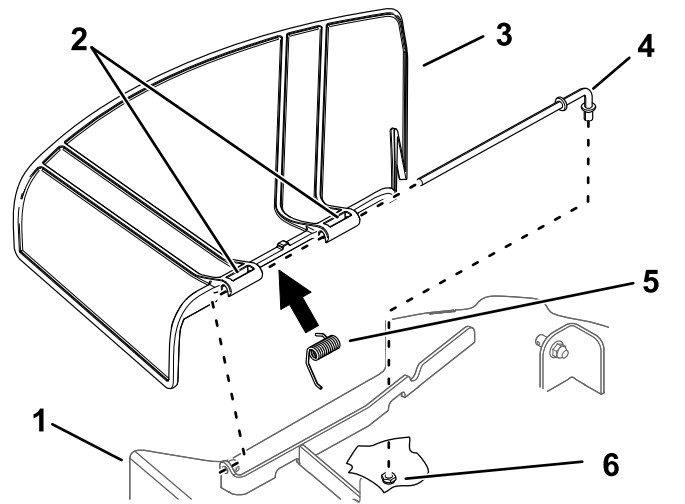

Figure 65
1. Retirez l'écrou (3/8 po) de la tige, sous le tablier de coupe (Figure 65).
2. Sortez la tige de la courte cheville de positionnement, du ressort et du déflecteur d'herbe (Figure 65).
4. Montez le nouveau déflecteur d'herbe (Figure 65).
7. Insérez la tige dans le deuxième support du déflecteur d'herbe (Figure 65).
9. Fixez l'extrémité arrière de la tige dans le tablier de coupe à l'aide d'un écrou (3/8 po), comme montré à la Figure 65.